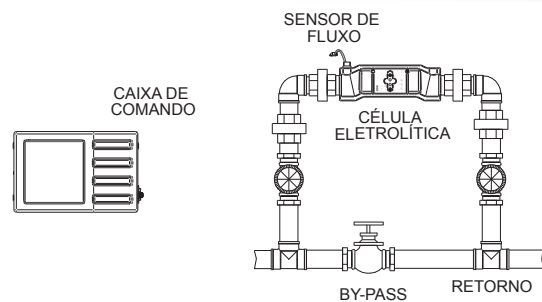

Figura 6
2. A instalação da célula eletrolítica deverá ser feita preferencialmente num sistema de "by-pass" para garantir que, em caso de manutenção, eles possam ser retirados sem prejudicar o sistema filtrante existente na piscina, conforme **figura 6**.